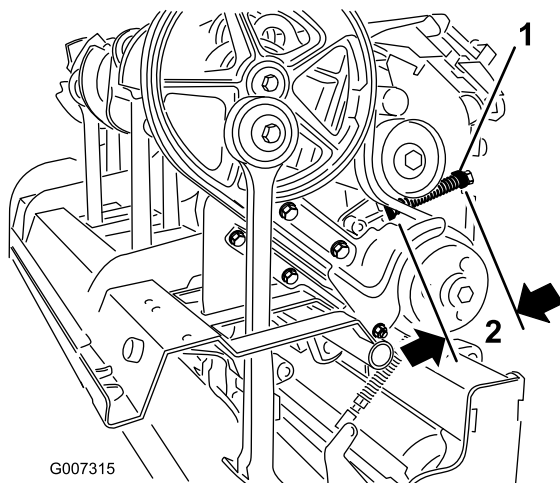

图35
- C. 拧松固定弹簧定位器的锁紧螺母 图35。
- D. 调节弹簧定位器获得所需的压缩弹簧长度 图35。